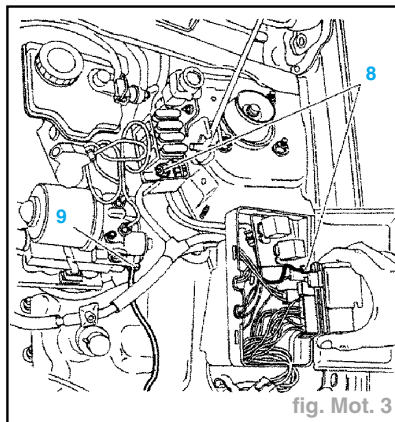

fig. Mot. 3
- Déconnecter (fig. Mot. 3) :
- les deux connexions (8) du faisceau d'alimentation,
- la prise de masse (9) sur carrosserie,